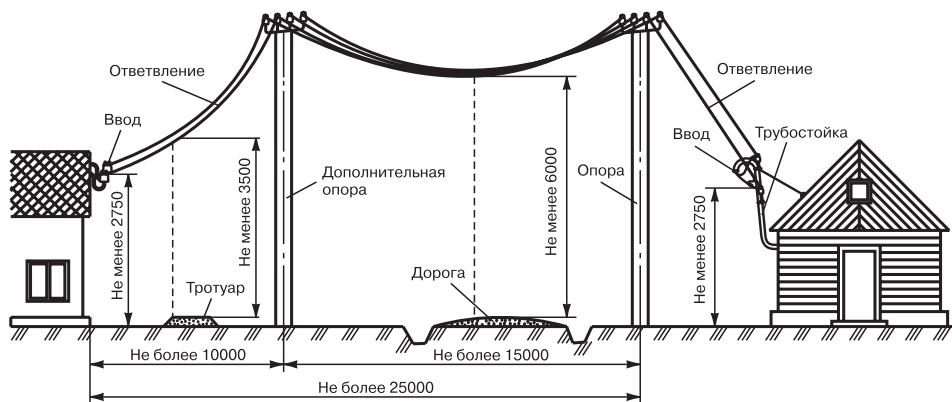

Рис. 1.4. Схема ответвлений от воздушной линии 380 В и вводов в здания
***Сечение проводов** в ответвлении должно быть не менее 6 мм² (при длине до 10 м не менее 4 мм²) для меди и не менее 16 мм² для алюминия. **Сечение жил** кабеля — не менее 4 мм² для алюминия и 2,5 мм² для меди. **Расстояние от проводов ответвления до земли** должно быть не менее 6 м в проезжей части и внутри дворов не менее 3,5 м, а **расстояние от земли до изолятора ввода в здание** — не менее 2,75 м (рис. 1.4).*